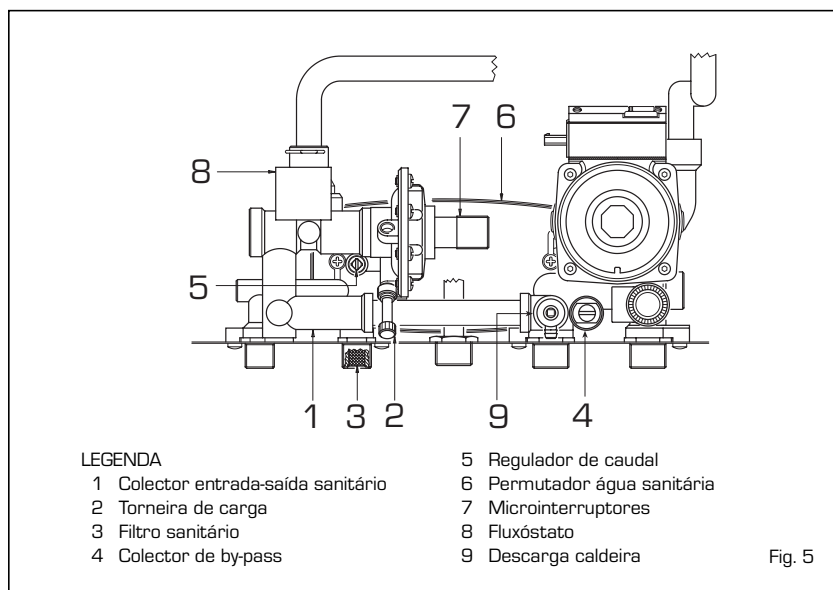

Fig. 5
- Abrir a torneira de abastecimento [2 fig. 5] até a pressão indicada pelo hidrômetro chegar a 1 bar.
Para esvaziar a instalação desligar a caldeira e agir na válvula de purga [9 fig. 5].